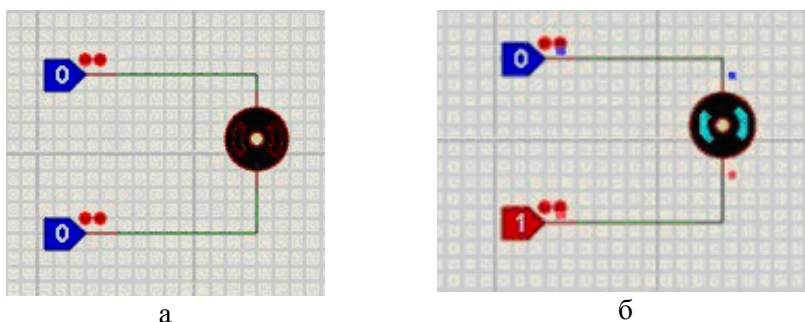

Рисунок 14.5 – Схема з різними станами для серводвигуна
1. Коли обидва стани 0, двигун не буде рухатися і залишатиметься нерухомими (рис.14.5а).
4. Двигун буде рухатися проти годинникової стрілки, коли верхній стан 0, а нижній 1 (рис.14.5б).